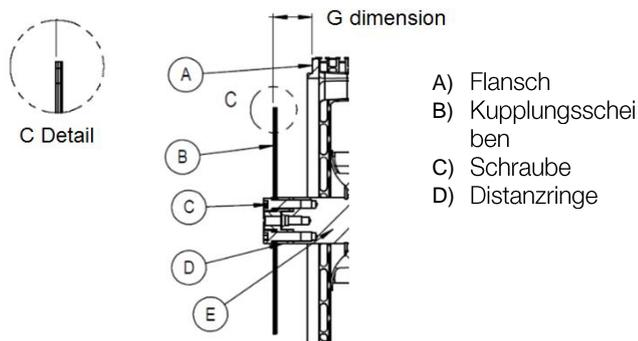

Abbildung 4.13 - Vorgehensweise zum Ändern von Abmessung G
Hierzu einfach die **Distanzringe (I)** entfernen oder hinzufügen, wie in Abbildung 4.13 gezeigt.